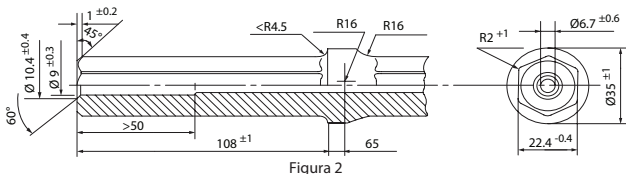

Figura 2
Se recomienda utilizar la varilla de perforación YB2003-78. Si necesita fabricar su propia varilla de perforación, por favor consulte las dimensiones en la figura 2 y siga las instrucciones a continuación.
- El agujero del tubo de agua tiene una tolerancia de 1 mm del centro según se muestra en la Figura 2.